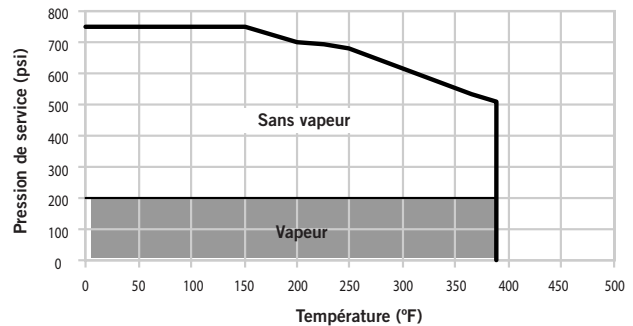

Figure 1 : Schedule 40 et 80 et épaisseur équivalente
- Pour les applications sans vapeur utilisant un tube en acier au carbone Schedule 40 et 80 et d'épaisseur métrique équivalente ou un tube en acier inoxydable Schedule 40S, les assemblages avec le collier Style 870 fournissent des pressions de service allant du vide total (29,9 in Hg/760 mm Hg) jusqu'à 740 psi/5102 kPa, en fonction de la température maximum du système. Se référer à la figure 1 pour les températures/pression de fonctionnement spécifiques.